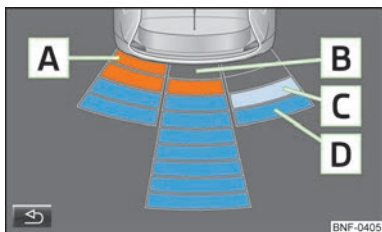

Fig. 67
- A** Un obstacol recunoscut în zona de coliziune este redat prin segmentul colorat în culoare portocalie » fig. 67. **Nu continuați deplasarea!**
- Prin tastarea repetată a tastei funcționale  pe ecranul aparatului multifuncțional » fig. 67.